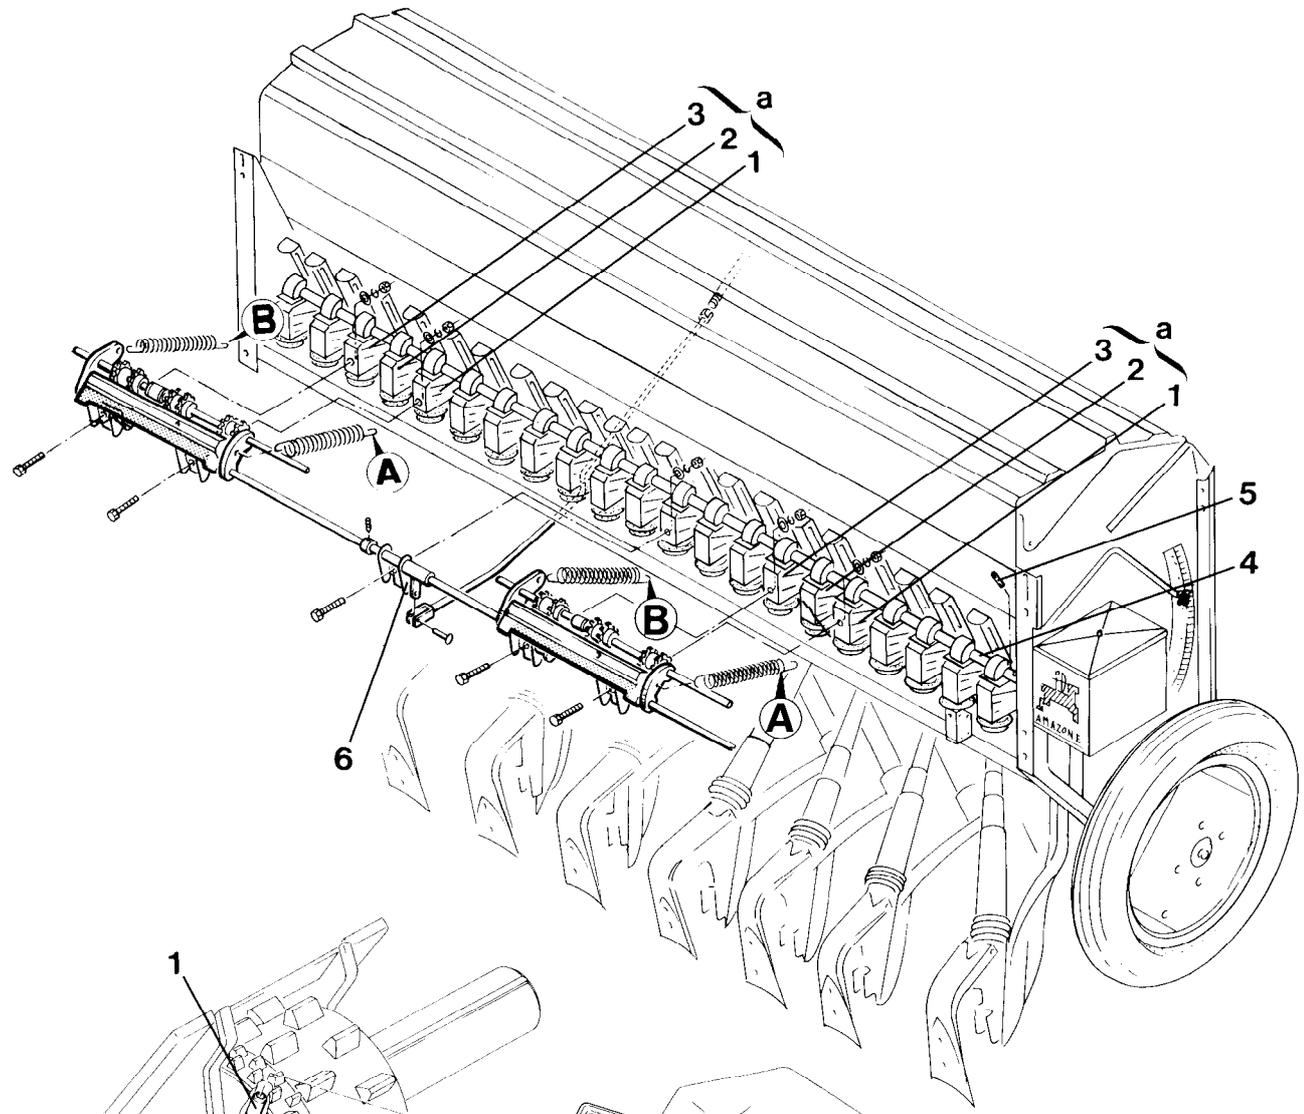
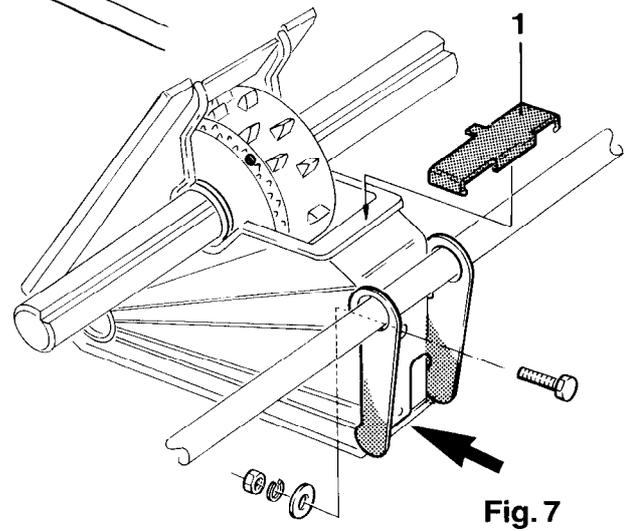

Fig. 3
Fig. 7
- 3.2 Zugehöriges Fahrgassensägehäuse 1 (Fig. 3/1) und Fahrgassensägehäuse 2 (Fig. 3/2) markieren.
- 3.3 Sägehäuse 3 (Fig. 3/3) markieren (jeweils das erste links neben Fahrgassensägehäuse 1 und 2).
- Säwelle (Fig. 3/4) vor Demontage gründlich reinigen.
- Spannhülse (Fig. 3/5) aus Säwelle und Getriebeausgangswelle entfernen.
- 3.5 Befestigung der Fahrgassenfeinsäräder (Fig. 3/1 bzw. Fig. 3/1 und 3/2) lösen, bis sie sich frei auf der Welle drehen können.
- 4.1 Spritzschutz (Fig. 7/1) vor der Montage entfernen.
- 4.2 Scharnier (Fig. 3/6) am ersten Sägehäuse rechts von der Mitte nach Fig. 7 auf Verstärkungsrippe (siehe Pfeil) aufliegen lassen, 6,5 mm vorbohren und befestigen.
- 9.1 Fahrgassenschaltung mehrfach durchschalten, überprüfen, ob bei Stellung „0“ der Antrieb der Fahrgassen-Säräder (Fig. 3/1 bzw. Fig. 3/1 und 3/2) abgeschaltet ist und die Fahrgassen-Säräder bei drehender Säwelle stehenbleiben. Nach dem Umschalten von „0“ auf „1“ müssen die Antriebsritzel wieder einrasten.